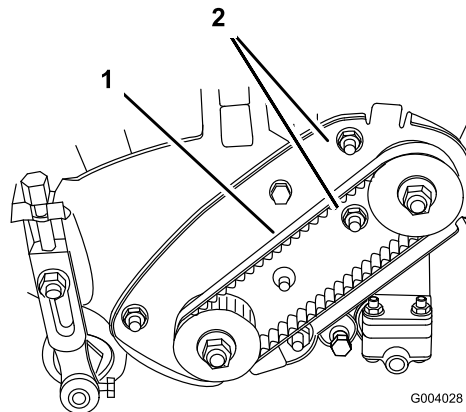

Figura 32
- A. Allentate i dadi di montaggio della sede del cuscinetto (Figura 32).
- C. Serrate i dadi di montaggio della sede del cuscinetto tenendo ferma nel contempo la chiave torsiometrica all'impostazione prescelta (Figura 32). Non tendete eccessivamente la cinghia.